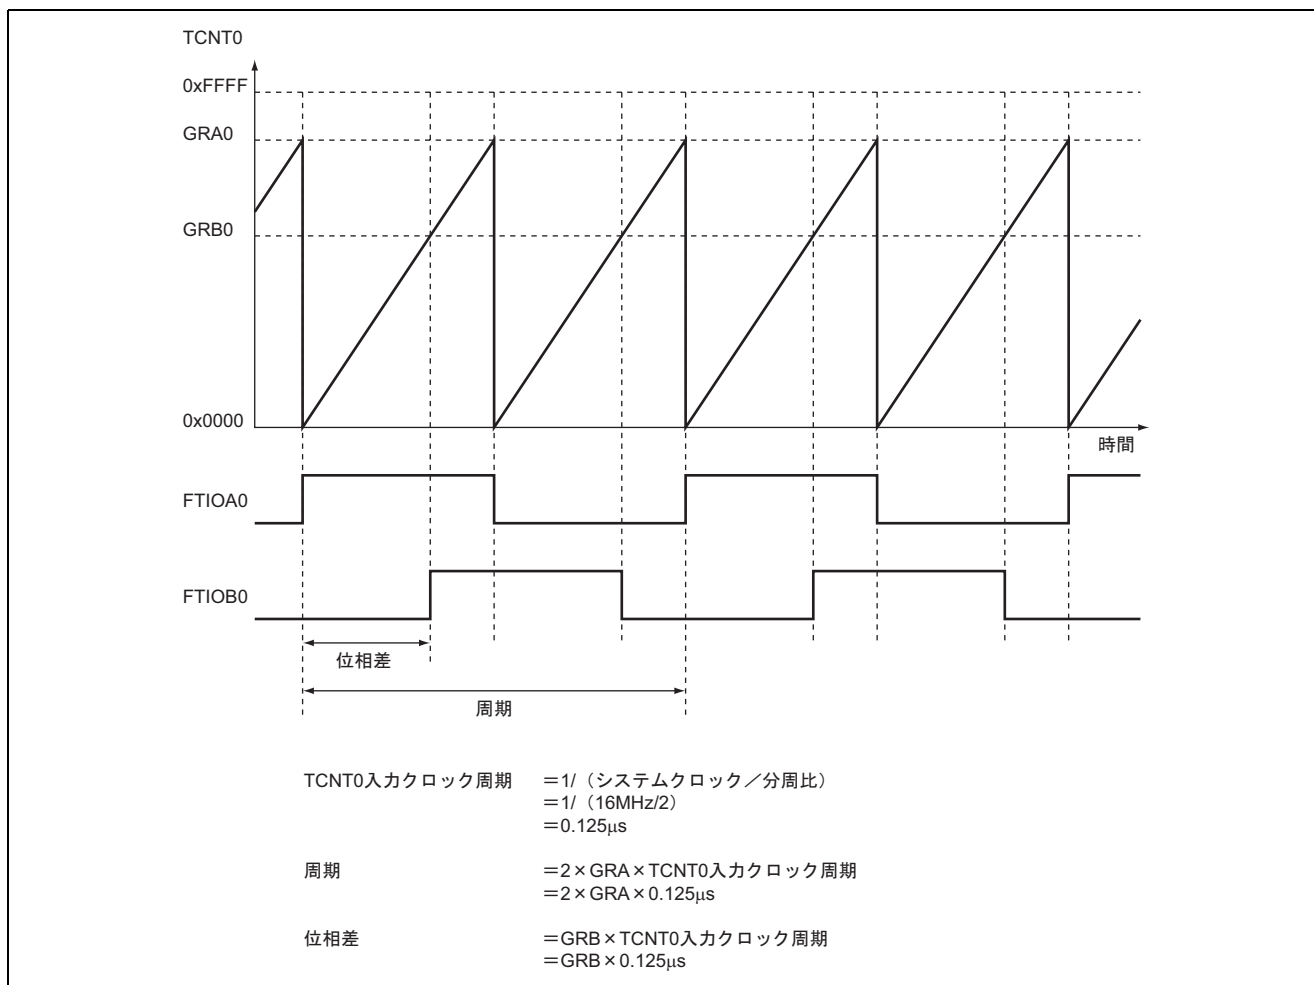

図 2.2 出力パルスの周期、および位相差の設定方法
2. 出力パルスの周期、および位相差の設定方法を図 2.2 に示します。